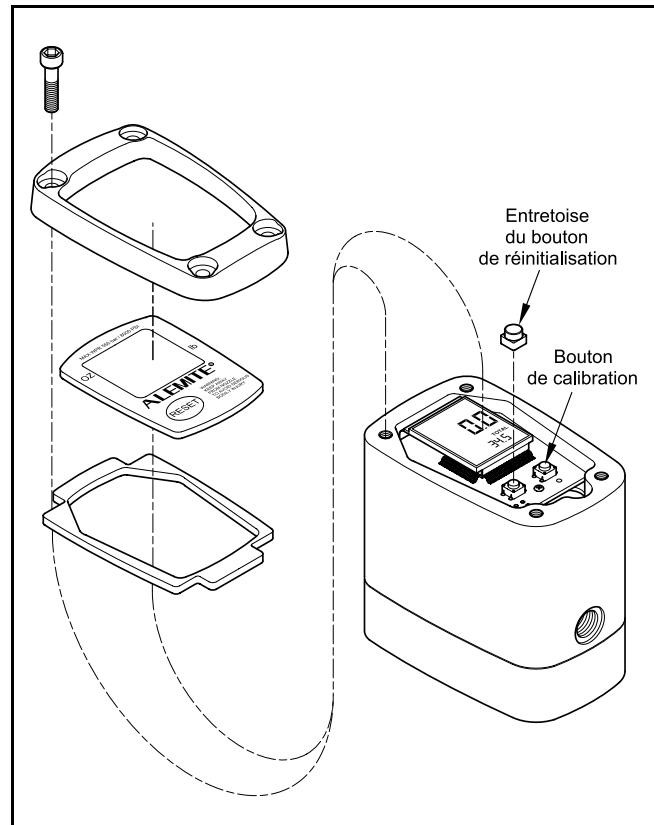

Figure 1 Compteur de graisse électronique modèle série 3530
• Se reporter à la **Figure 1**.
IMPORTANT: assurez-vous que l'entretoise du bouton de réinitialisation est positionnée correctement. Se reporter à la Figure 1.